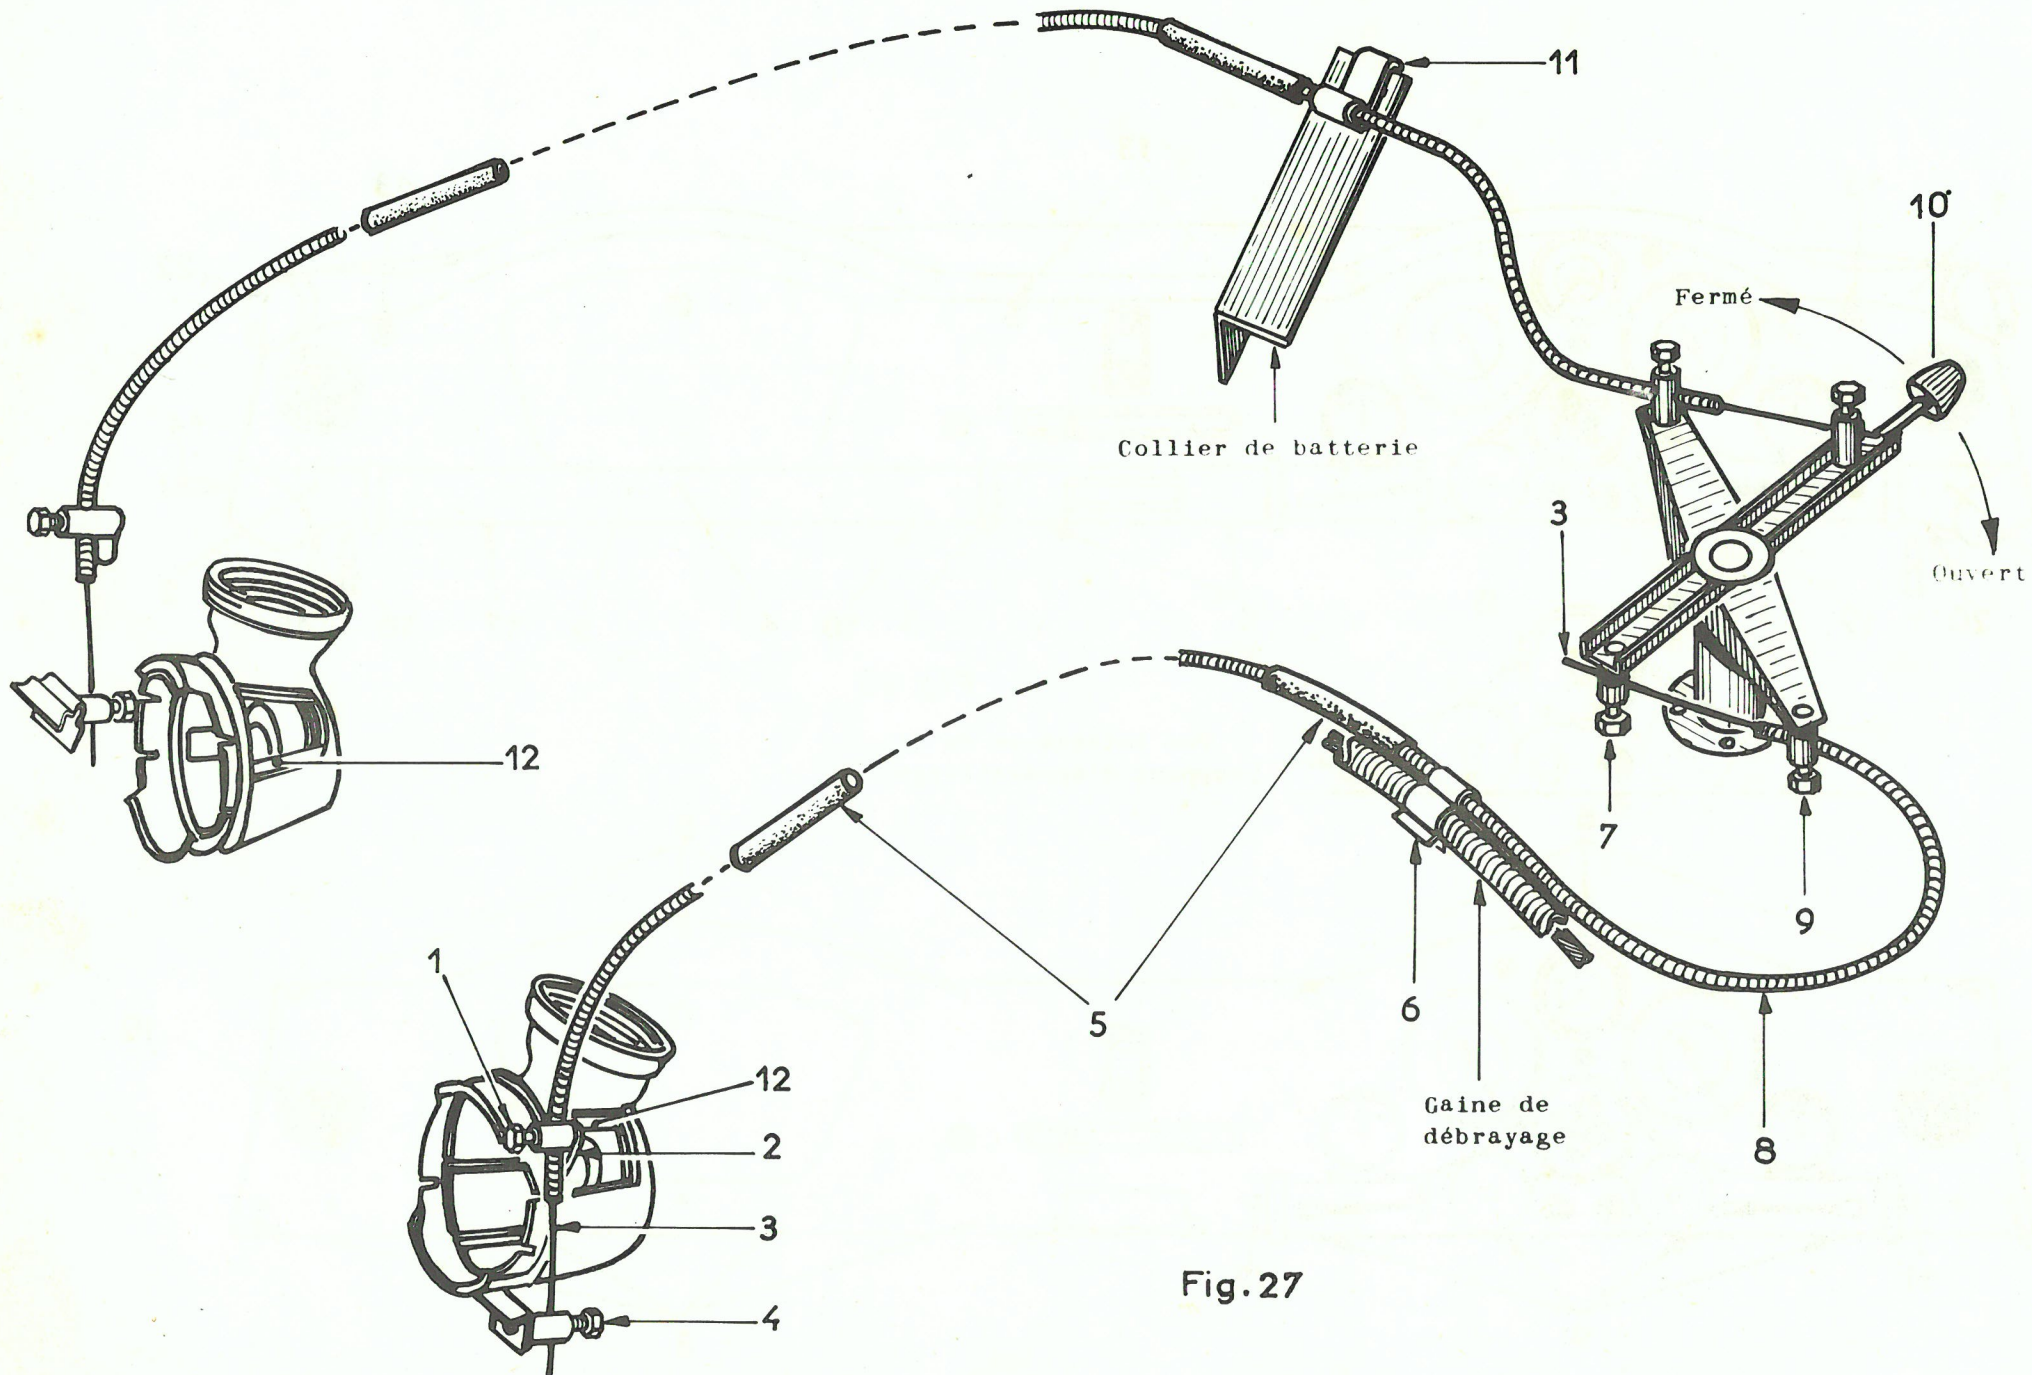

Fig. 27
Dépose de la commande côté gauche (ou côté droit) - Fig 27
25) Poser la commande - Fig. 27 -